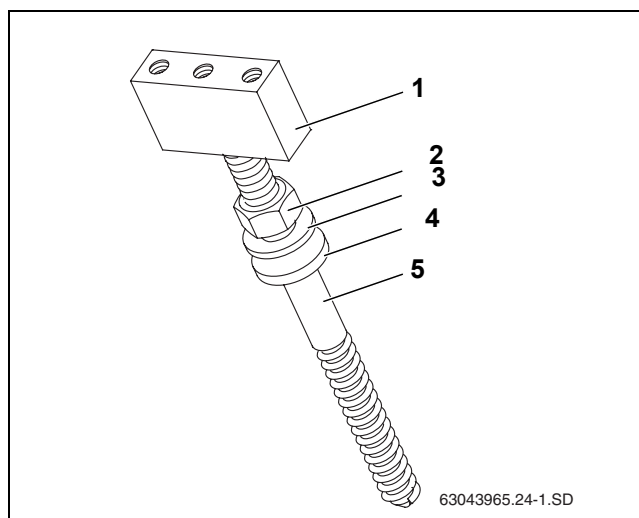

Fig. 22 Succesiunea etapelor de montare a șuruburilor de ancorare
- ▶ La montarea șuruburilor, respectați ordinea elementelor individuale (Fig. 22).
- ▶ Rotiți capra de susținere (Fig. 22, [1]) până intră în contact cu șurubul de ancorare (Fig. 22, [5]).